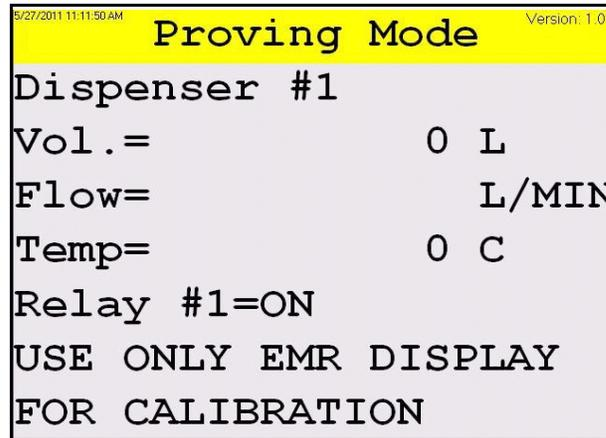

Figure 6
5) The EMR3 will now be authorized as if it was in stand-alone mode. The VPD's Proving Mode screen is displayed as seen below (figure 6) and gives the same information as the EMR3 register display.
5) L'EMR3 sera alors autorisé à fonctionner en mode autonome. L'écran "Proving Mode" du VPD est illustré ci-dessous (figure 6) et donne la même information que l'afficheur de l'enregistreur EMR3.